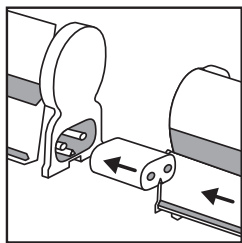
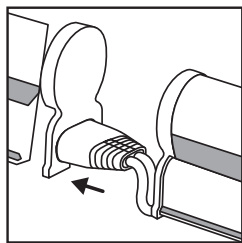

Рисунок 3
Рисунок 4
- При необходимости соедините светильники в линию, используя гибкий (Рисунок 4) или жесткий (Рисунок 3) соединитель.